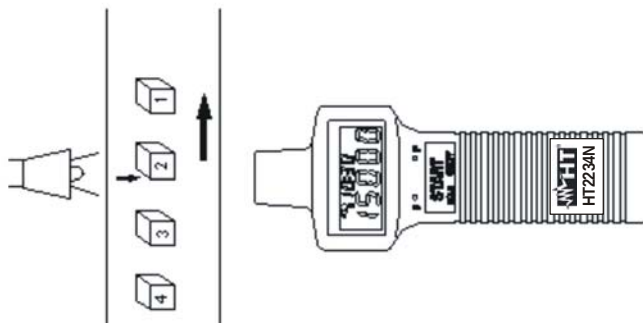

Fig. 5: contagem de eventos com fonte luminosa externa
1. Colocar a fonte luminosa externa nas proximidades da unidade Receptora (parte direita) conforme se mostra na Fig. 5: